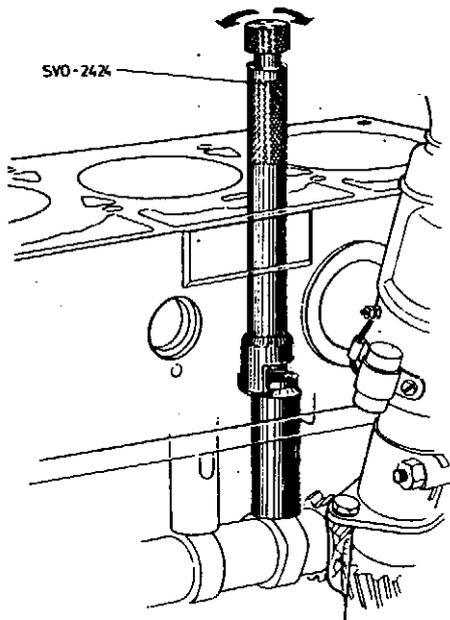

Abb. 21 Ausbau der Ventilstößel
3. Folgende Teile ausbauen: Hinteren Dichtungsflansch (Anliegende Flächen nicht beschädigen), Lichtmaschine, Kühlflüssigkeitspumpe und Zündverteiler, Zylinderkopfhaube, Kipphebel, Zylinderkopf, Ölfilter, Ventilstößel mit Werkzeug SVO 2424 ausbauen, siehe Abb. 21.